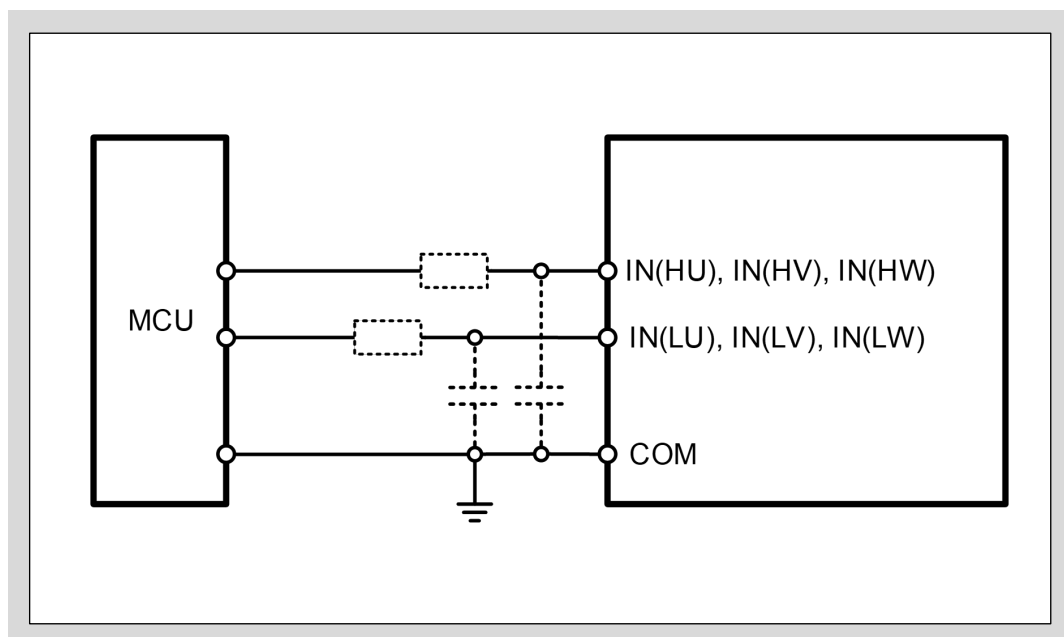
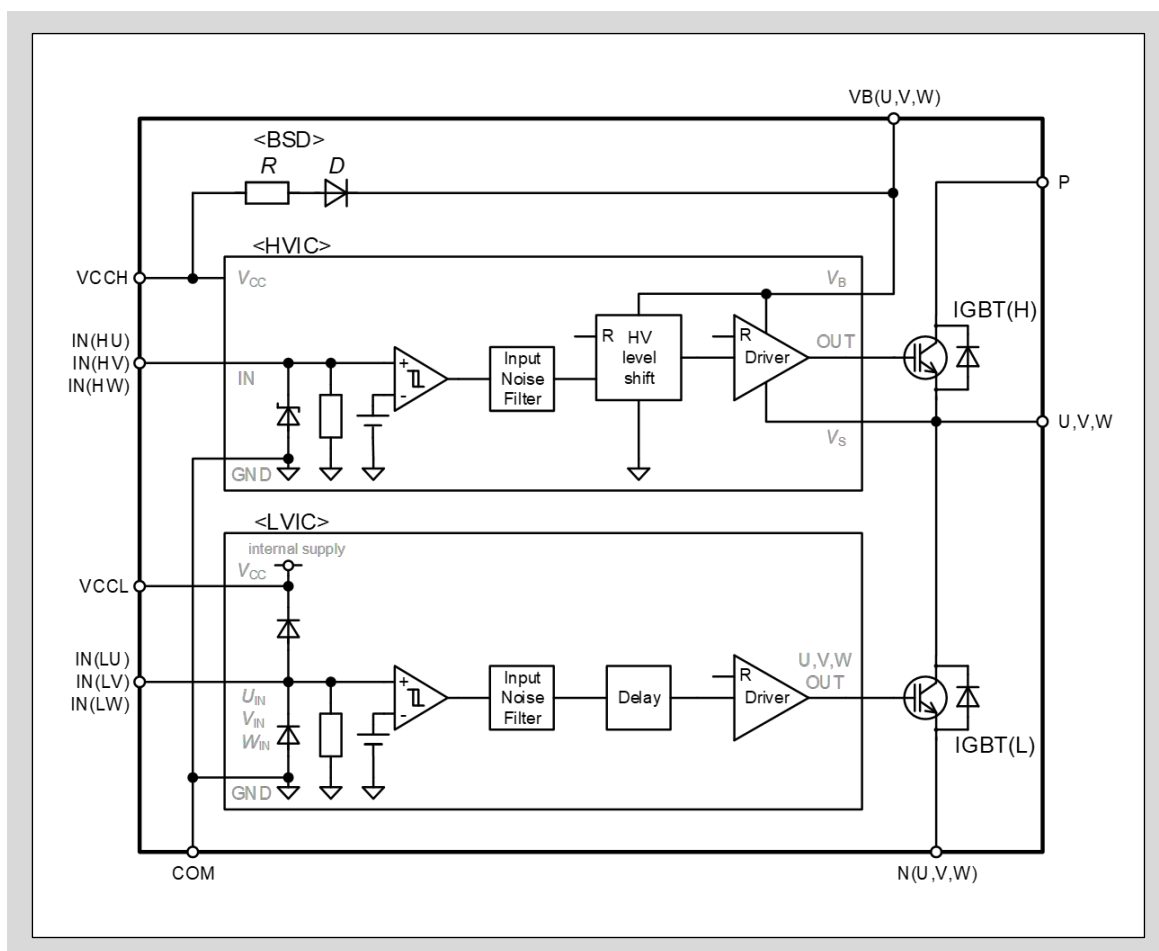

図3-15 IN(HU, HV, HW), IN(LU, LV, LW)端子とMPU I/Oとの推奨接続回路
図3-16 入力端子 IN(HU, HV, HW), IN(LU, LV, LW) 回路
- 図3-15にMPUと本製品の接続例を示します。入力端子は直接MPUに接続することができます。入力端子にはプルダウン抵抗を内蔵しており、外付けプルダウン抵抗をつける必要はありません。また、入力端子はハイアクティブ動作であるため、外付けプルアップ抵抗をつける必要もありません。
- 信号配線が長くノイズが重畳する場合は、図3-15に点線で示すRCフィルタ回路で除去してください。RとCの定数は、PWM制御方式やプリント基板の配線パターンに応じて調整してください。
- 本製品の入力端子はハイアクティブ動作です。この動作論理により、入力信号は制御電源の立上げ・立下げシーケンスにおいて制限が無いため、システムとしてフェイルセーフとなります。また、図3-16に示すように、入力端子にはプルダウン抵抗を内蔵しているため、外付けプルダウン抵抗を必要とせずシステムの部品点数を減らすことができます。さらに入力閾値電圧を低く設定していることにより3.3V電源のMPUに直接接続できます。
- MPUと本製品の入力端子間に外付けフィルタ抵抗を接続する際には、図3-16に示す入力端子のプルダウン抵抗を考慮して、入力端子電圧が入力閾値電圧以上になるよう設計してください。(例: 図3-15の点線で示した部品の場合、 $R=100\Omega$, $C=1000\text{pF}$)
- 図3-16に示すようにVCCL-IN(LU, LV, LW)とIN(HU, HV, HW, LU, LV, LW)-COM端子間にダイオードが接続されています。これらのダイオードは本製品をサージ入力から保護する目的であるため、電圧クランプダイオードとして使用しないでください。本製品が破壊する恐れがあります。